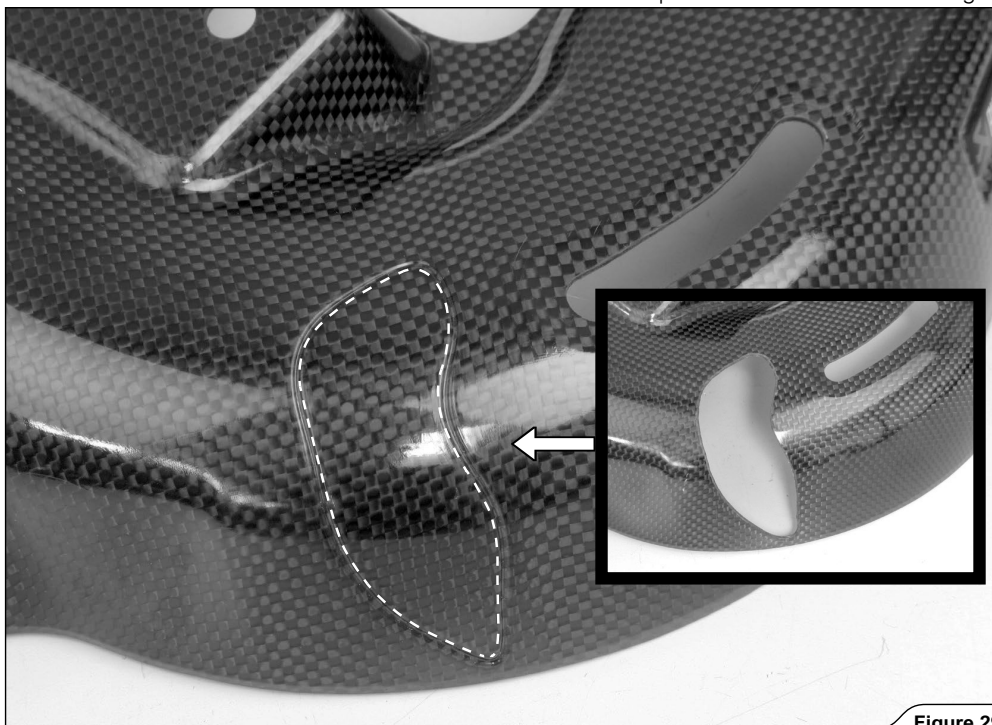

Figure 29
4. Seulement pour utilisation avec repose-pieds passager : couper/poncer avec soin la partie moulée du pare-chaieur en fibre de carbone, comme indiqué (Figure 29).
4. Nur bei Verwendung der Beifahrerfußrasten: den eingepprägten Teil des Wärmeschutzes aus Kohlefaser wie angegeben ausschneiden/Schleifen (Figure 29).